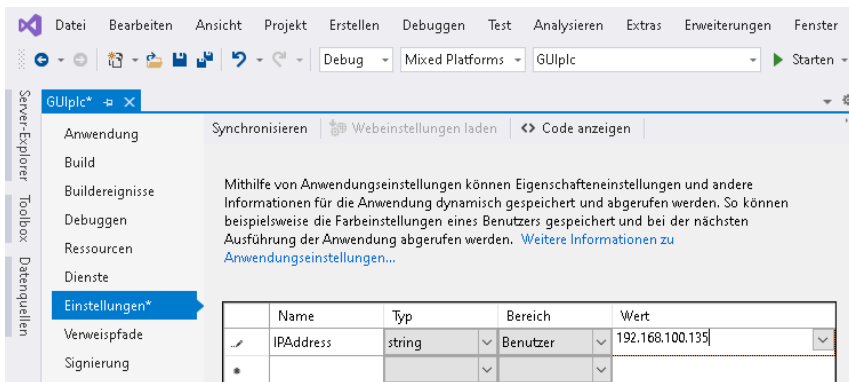

Abb. 6.8 IP-Adresse angeben
- ▶ Öffnen Sie die Eigenschaften von GUIplc (**Properties**) und geben Sie bei **Einstellungen** die verwendete IP-Adresse an (Abb. 6.8).